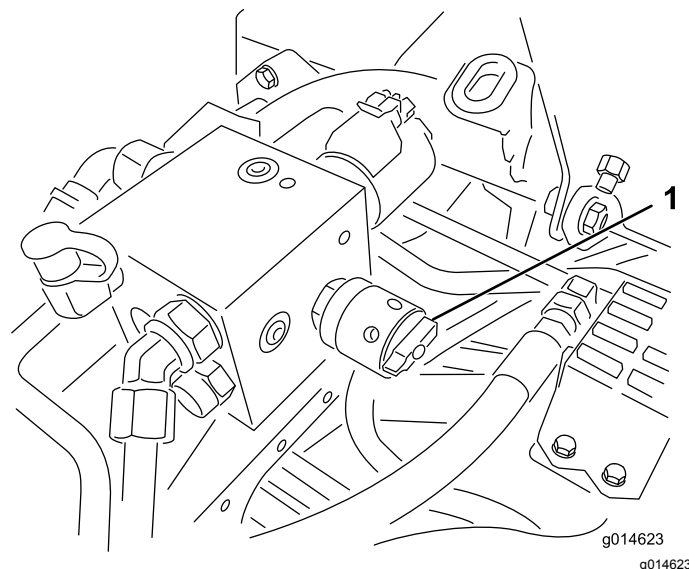

Figura 50
6. Girate il comando di velocità dei cilindri in posizione 1 (Figura 50).